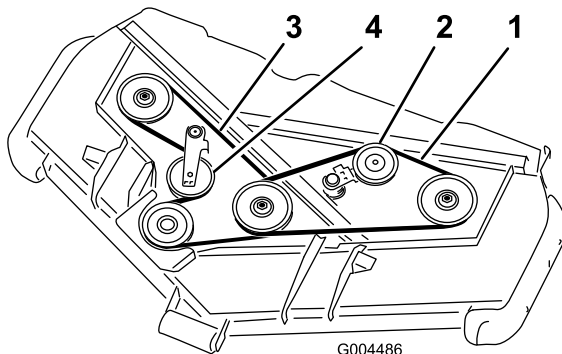

Figure 20
3. À l'aide d'une barre de levier ou d'un outil similaire, éloignez la poulie de tension de courroie supérieure (Figure 20) de la courroie pour détendre cette dernière et pouvoir la déchausser des poulies.
4. Acheminez une courroie neuve autour de la poulie de boîtier d'engrenages, des poulies d'axe inférieures et de la poulie de tension, comme indiqué à la Figure 20.
5. Acheminez une courroie neuve autour des poulies d'axe supérieures et de la poulie de tension, comme indiqué à la Figure 20.